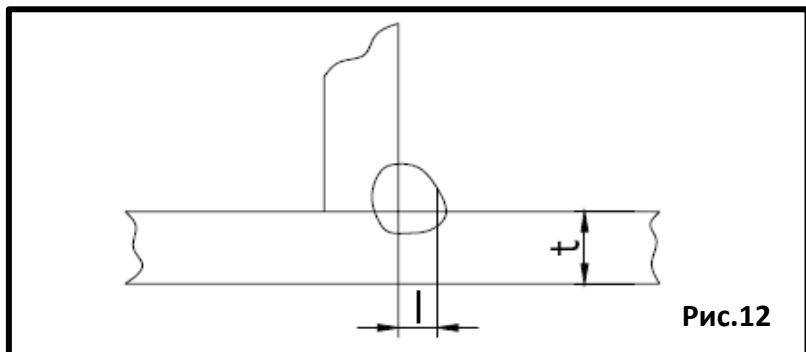

Рис.12
6.2. Параметры для сварки плоских угловых швов (Рис.12).